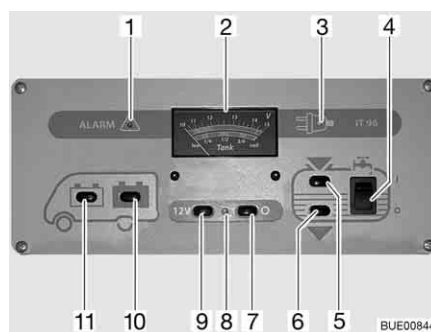

Fig. 120 Panneau de contrôle (IT 96)
L'interrupteur principal 12 V (Fig. 120,7 et 9) établit ou coupe le panneau de contrôle et l'alimentation 12 V de la cellule.
Mise en marche : ■ Appuyer sur le commutateur (Fig. 120,9) "12 V" : L'alimentation 12 V de la cellule est assurée. Le voyant de contrôle (Fig. 120,8) s'allume en vert.
Mise hors service : ■ Appuyer sur le commutateur (Fig. 120,7) "O" : L'alimentation 12 V de la cellule est coupée. Le voyant de contrôle (Fig. 120,8) s'éteint.
Observer sur l'indicateur de charge/de niveau de réservoir (Fig. 120,2), la graduation supérieure. L'indicateur s'éclaire automatiquement dès qu'un commutateur est actionné.
- Appuyer sur le commutateur (Fig. 120,11) "": La tension de la batterie de démarrage est affichée.
- Appuyer sur le commutateur (Fig. 120,10) "": La tension de la batterie de cellule est affichée.
Observer sur l'indicateur de charge/de niveau de réservoir (Fig. 120,2) la graduation inférieure. L'indicateur s'éclaire automatiquement dès qu'un commutateur est actionné.
- Appuyer sur le commutateur (Fig. 120,5) "": Le niveau du réservoir d'eau est affiché.
- Appuyer sur le commutateur (Fig. 120,6) "": Le niveau du réservoir d'eaux usées est affiché.
- Commutateur à bascule (Fig. 120,4) vers le haut "I" : L'alimentation en eau est activée.
- Commutateur à bascule (Fig. 120,4) vers le bas "O" : L'alimentation en eau est désactivée.
Le voyant d'alerte rouge "ALARM" (alarme) (Fig. 120,1) clignote dès que la charge de la batterie de cellule descend en dessous de 11 V (mesurée en marche) et qu'il y a risque de décharge profonde des batteries.
Le voyant de contrôle 12 V (Fig. 120,8) s'allume dès que l'interrupteur principal 12 V (Fig. 120,9) est enclenché.
Le voyant de contrôle jaune 230 V (Fig. 120,3) s'allume si l'arrivée du bloc électrique est sous tension de réseau.